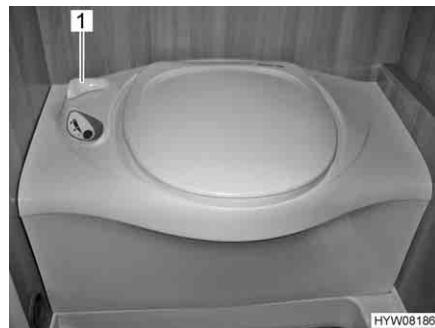

Fig. 157 Toilette Thetford
- Prima di tirare l'acqua, aprire il cursore della toilette Thetford. A tal fine ruotare la leva del cursore (Fig. 157,1) in senso antiorario.
- Dopo aver tirato l'acqua chiudere il cursore. Ruotare la leva del cursore (Fig. 157,1) in senso orario.